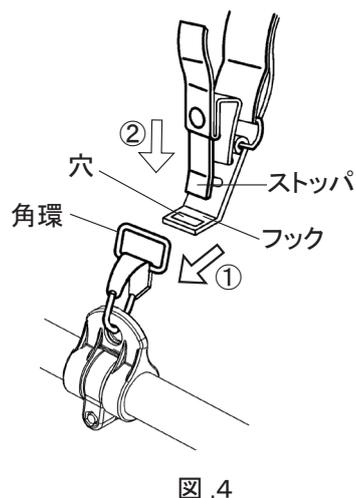

図.4
- ① 図.4のように角環にフックを通してください。
- ② ストップをフックの穴に挿入してください。